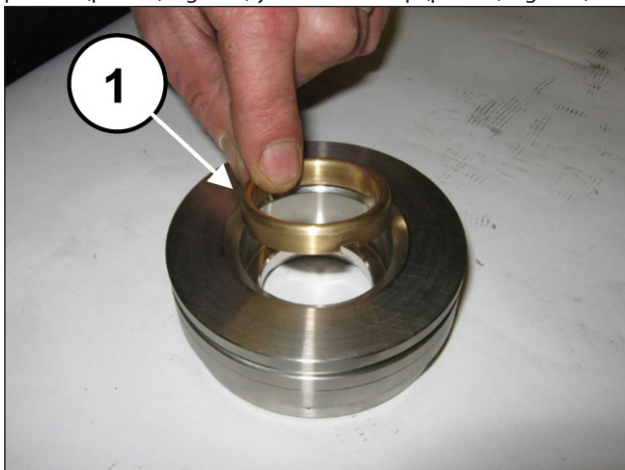
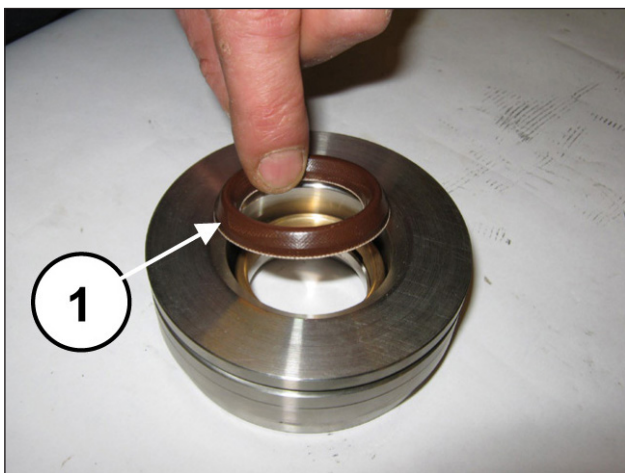
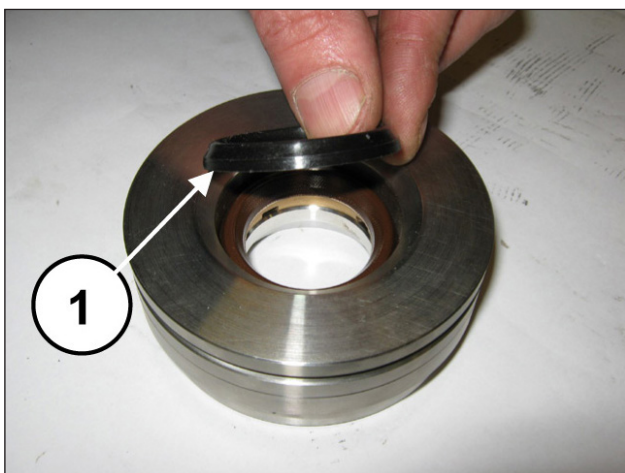

Fig. 176
Fig. 177
Fig. 178
Montar la anilla del cuello (pos. ①, Fig. 176), la junta de alta presión (pos. ①, Fig. 177) y la anilla restop (pos. ①, Fig. 178).